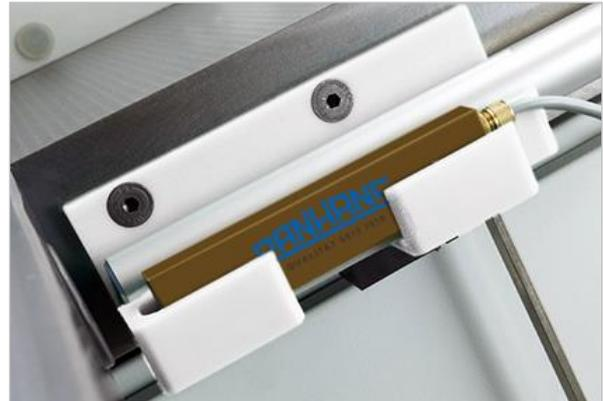

Figure 22 : compartiment pour clé de serrage
1. Retirez d'abord la clé de serrage 8 mm fournie de son support (voir ⇒ Figure 22).
2. Actionner l'un des deux boutons d'arrêt d'urgence (4) et le laisser verrouillé.